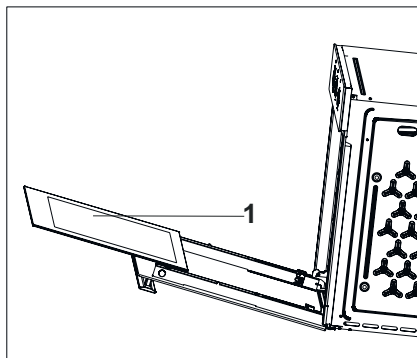

Рис. 3
- Снимите внутреннее стекло прибора, чтобы очистить его (рис. 3).